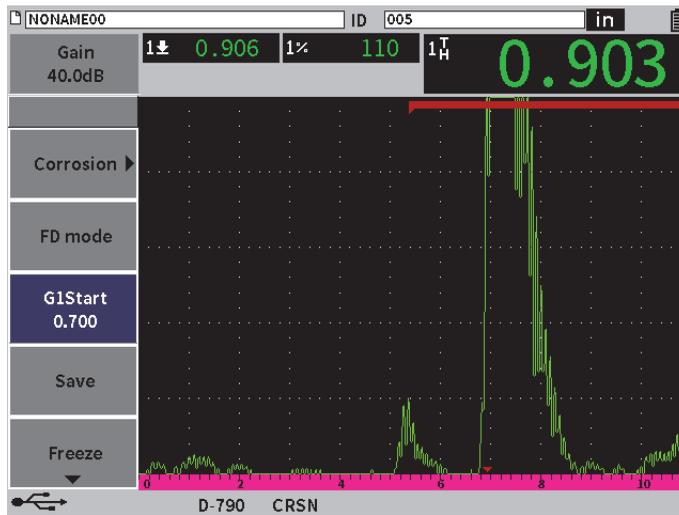

Figure 11-40 Mesure correctement collectée
- ◆ Sélectionnez **DépartP1** dans le menu latéral et tournez la molette de réglage pour augmenter ou diminuer la position de départ de la Porte 1 jusqu'à ce que la mesure soit bien collectée (voir Figure 11-40 à la page 228).